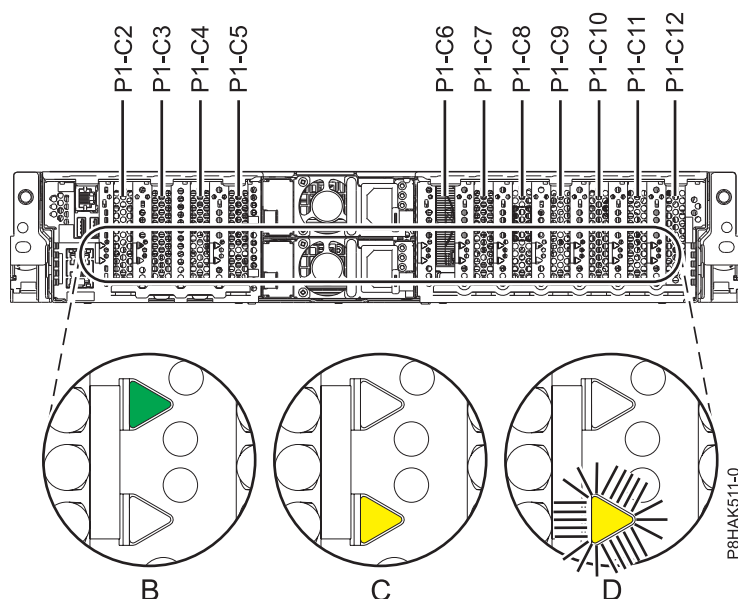

Figura 31. Localizações de ranhuras de adaptadores PCIe e localizações de LEDs no sistema 5148-21L, 5148-22L, 8247-21L, 8247-22L, 8284-21A ou 8284-22A
6. Familiarize-se com a localização das ranhuras de adaptador PCIe e indicadores de assistência para o adaptador PCIe no qual pretende prestar assistência. Os adaptadores PCIe estão instalados na parte posterior do sistema. A Figura 31 na página 52 apresenta as localizações dos adaptadores PCIe num sistema 5148-21L, 5148-22L, 8247-21L, 8247-22L, 8284-21A ou 8284-22A e as localizações dos díodos emissores de luz (LEDs) para o adaptador PCIe.